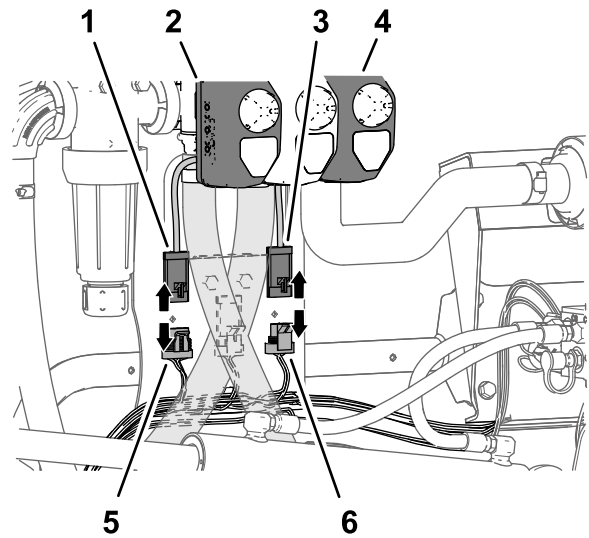

Figura 32
2. Desconecte el conector hembra de 4 vías del arnés de cables de la máquina marcado RATE VALVE del conector de 4 pines del actuador de la válvula de caudal (Figura 32).
3. Desconecte el conector hembra de 3 vías del arnés de cables de la máquina marcado MASTER SPRAY VALVE del conector de 3 pines del actuador de la válvula de fumigación maestra (Figura 32).